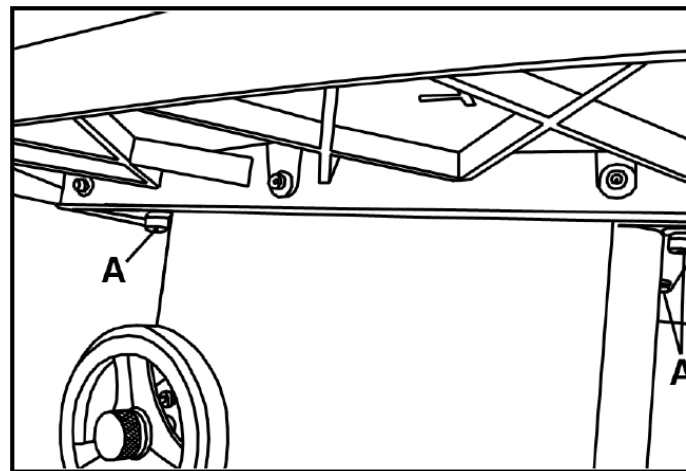

Рис. 26. Регулировка цапф для юстировки диска и пазы под угловой упор
2. При необходимости в регулировке ослабить винты (В), рис. 26, крепящие стол, выполнить требуемую регулировку, добившись, чтобы разница по двум измерениям не превышала 0,2 мм, и вновь затянуть винты.